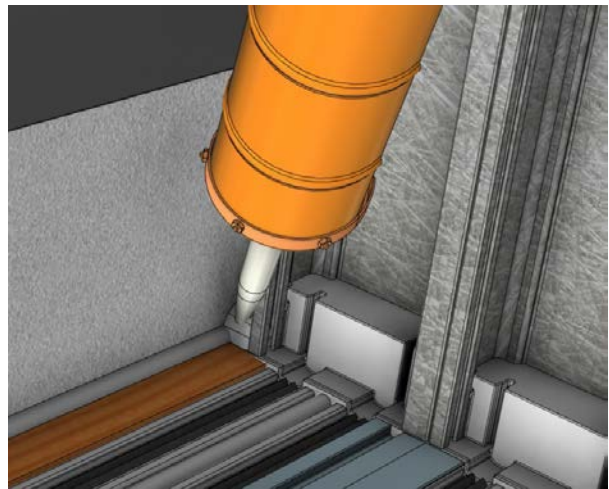

Fig PKT 11
- Asegúrese de rellenar por completo el espacio entre la pared exterior del hueco y la jamba (Fig. PKT 11).